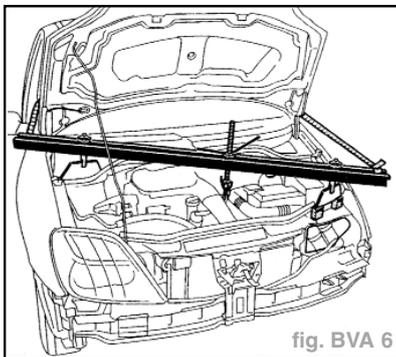

fig. BVA 6
- Monter le support moteur (fig. BVA 6).